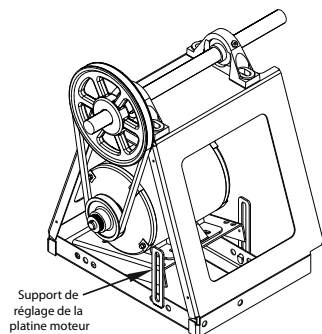

Figure 6 — Schéma de l'entraînement
- Poser la courroie et régler la tension de manière à permettre un fléchissement de 0,15 mm par centimètre (1/64 po par 1 po) de portée lorsque une pression modérée du pouce est exercée sur la courroie. Ajuster la courroie à l'aide des supports de réglage de la platine moteur comme sur la Figure 6. Une tension excessive provoque une usure prématurée des roulements et du bruit. Une tension insuffisante produit un patinage au démarrage et une usure irrégulière.